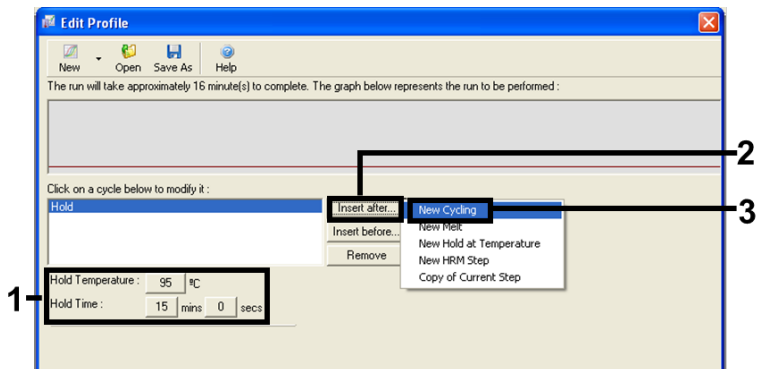

Figure 5. Étape d'incubation initiale à 95 °C.
7. Attribuer au champ Hold Temperature (Température du palier) une valeur de 95 °C et attribuer au champ Hold Time (Durée du palier) une valeur de 15 mins 0 secs (15 min et 0 s). Cliquer sur « Insert After » (Insérer après) puis sélectionner « New Cycling » (Nouveau cycle) (figure 5).